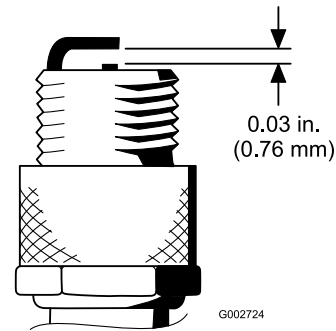

图 28
- 将中心电极与侧电极之间的气隙设置为 0.76mm请参阅图 28。安装已设定正确气隙、带密封垫片的火花塞并将火花塞拧紧至 23N·m。如果没有使用扭矩扳手请牢固拧紧火花塞。